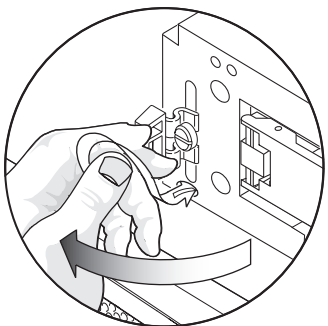

图 5-9 将固定带向一侧推，使头部分脱出
3. 然后将固定带向一侧推（请参见图 5-9），使头从机箱的孔中部分脱出。